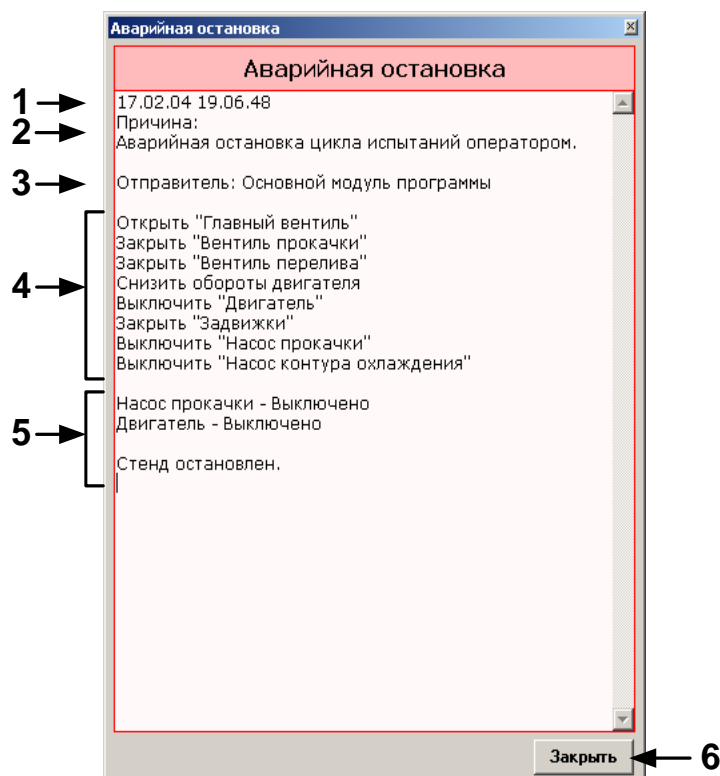

Рисунок 1.24
При аварийной остановке системы активируется окно «Аварийная остановка» (рис.1.24).
- Дата и время аварийной остановки (рис. 1.24{1}).
- Причина аварийной остановки (рис. 1.24{2}).
- Отправитель (рис. 1.24{3}).
- Прочая служебная информация о состоянии оборудования и ошибках (рис. 1.24{4}).
- Сообщение об остановке стенда (рис. 1.24{4}).
При аварийной остановке для каждого стенда система контролирует состояние некоторого оборудования. Пока контролируемое оборудование не будет выключено, остановка стенда не может быть завершена. Система будет находиться в режиме ожидания. После приведения требуемого оборудования в нужное состояние в окне **«Аварийная остановка»** фиксируется информация о том, что стенд остановлен (рис. 1.24{5}).
После этого можно закрыть окно аварийной остановки и выйти из программы, либо начать испытания заново. Для закрытия окна **«Аварийная остановка»** нажмите кнопку **«Закрыть»** (рис. 1.24{6}) или комбинацию клавиш **[Alt+F4]**.